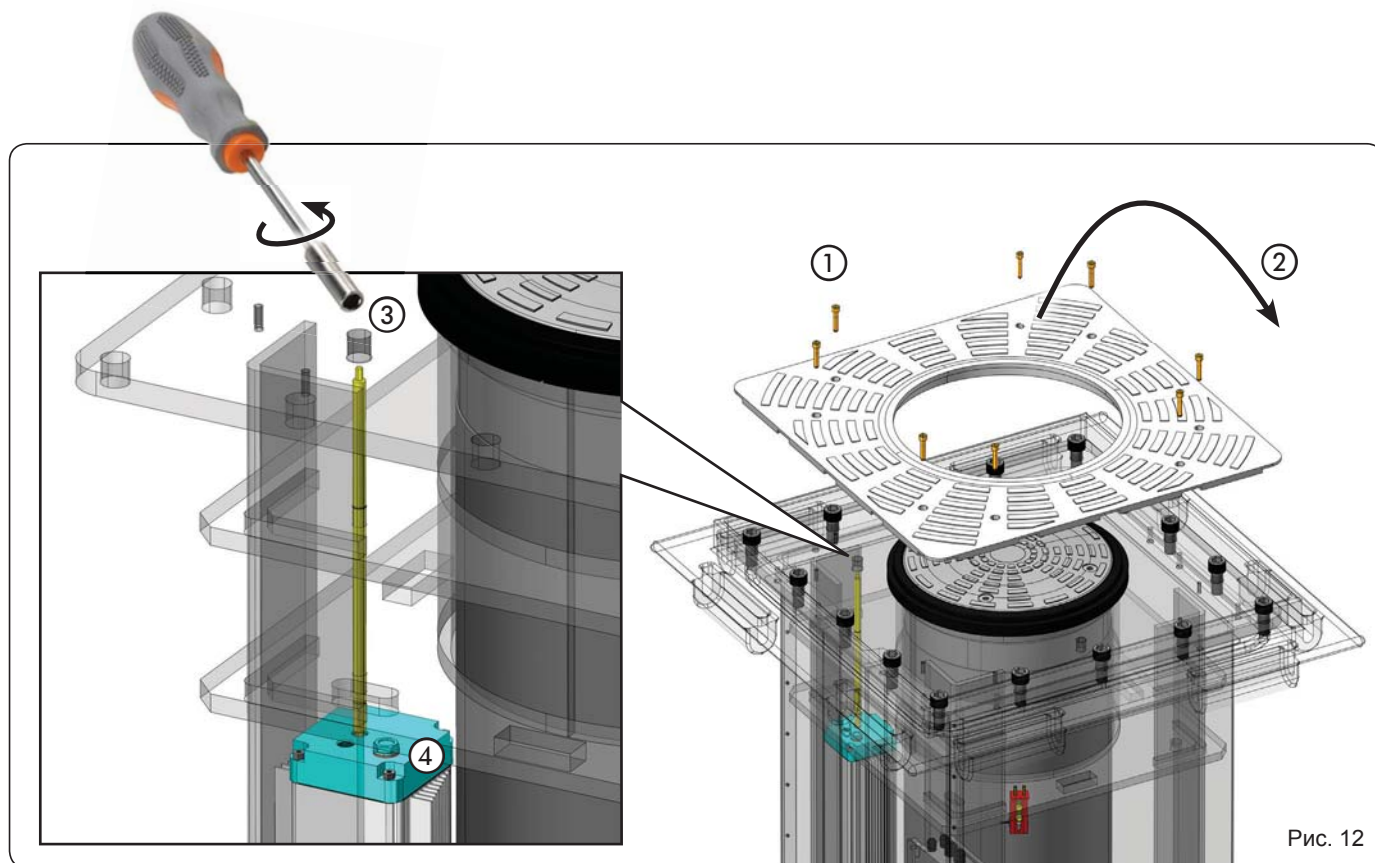

Рис. 12
1. Ослабьте и удалите 8 винтов с цилиндрической головкой и шестигранным гнездом под ключ M8x30 крепления верхней пластины (Рисунок 12, позиция (1)).
2. Удалите верхнюю пластину (Рисунок 12, позиция (2)).
3. Вставьте трубчатый ключ диаметром 5 мм в предусмотренное отверстие и вращайте его против часовой стрелки для опускания столба (Рисунок 12, позиция (3)).